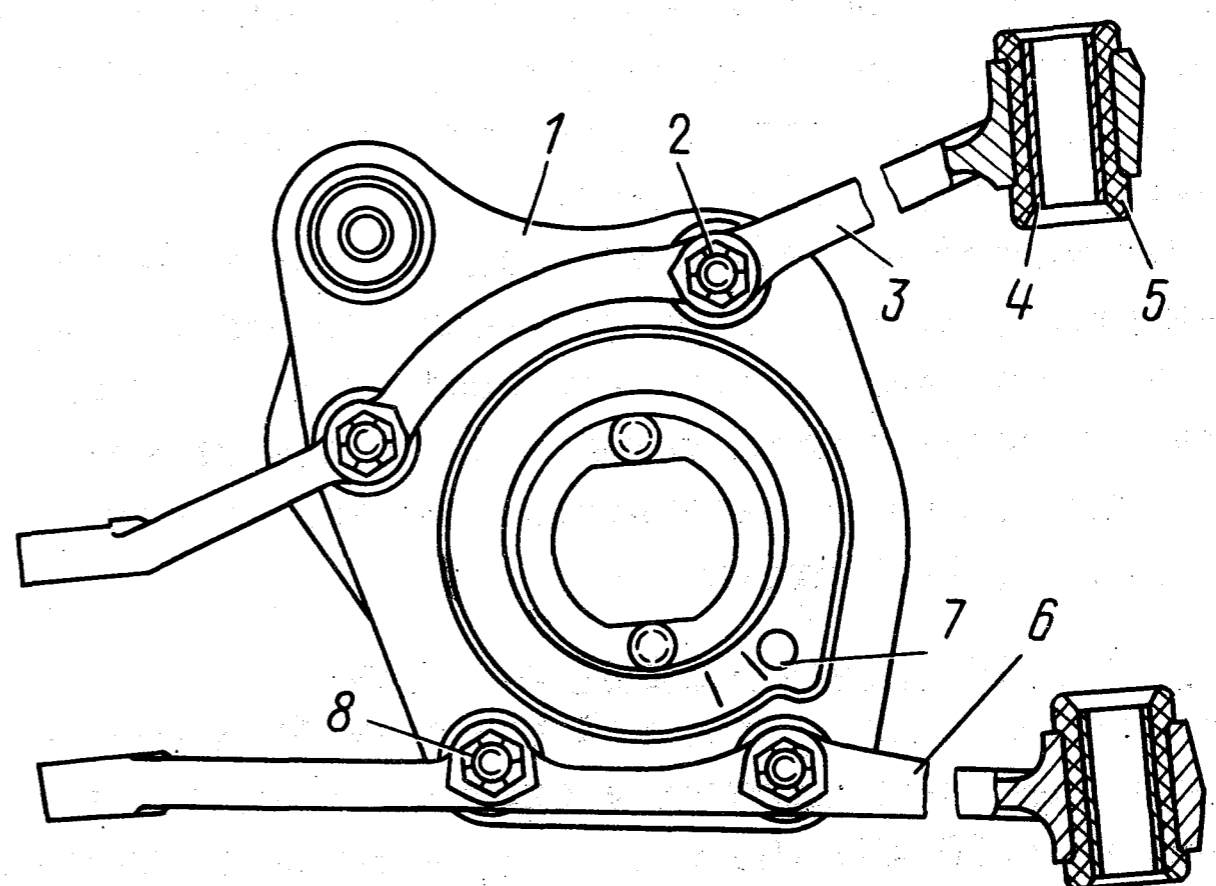

Рис. 145. Нижние рычаги подвески:
2. Отсоединить стойку стабилизатора от опорной чашки 1 (рис. 145) пружины и снять амортизатор.